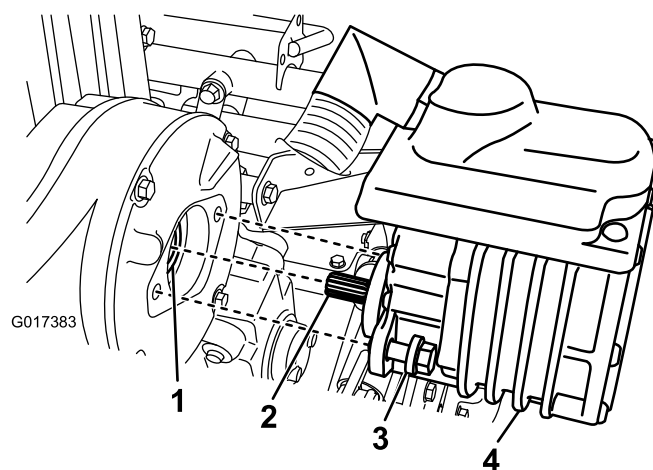

図 34
2. モータをトランスミッションケースに固定している2本のボルトを外す（図 34）。
4. グリスガンを使って、トランスミッションケースのメスのカップラに1回か2回のポンプ操作でグリスを注入する（図 34）。